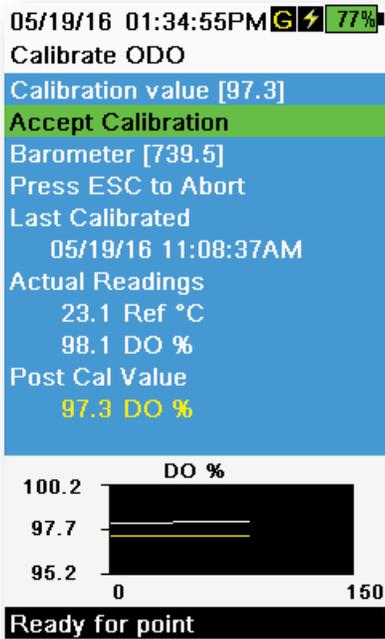

图 51 校准 ODO %
6. 观察实际测量读数是否稳定（图表上的白线 40 秒内没有明显变化），然后选择 **Accept Calibration（接受校准）**（图 51）。然后消息区域将显示“校准成功！”